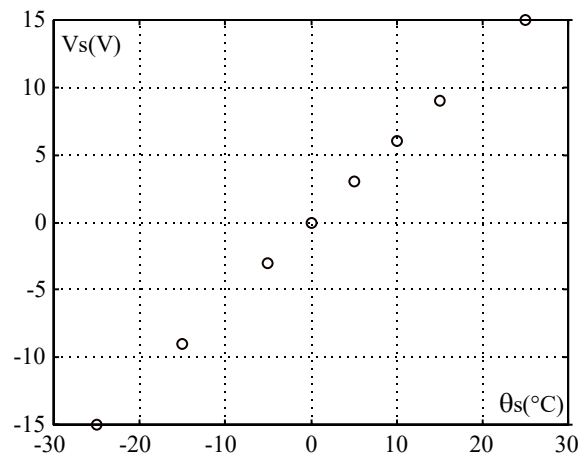

Figure 3 : Caractéristique statique
- 2) D’après la caractéristique statique de la sonde de température fonctionnant avec son étage d’adaptation/amplification (Figure 3), déterminer la fonction de transfert  $F(p) = \theta_s(p)/U(p)$ , en fonction de  $K$ ,  $T$  et  $\tau$ .